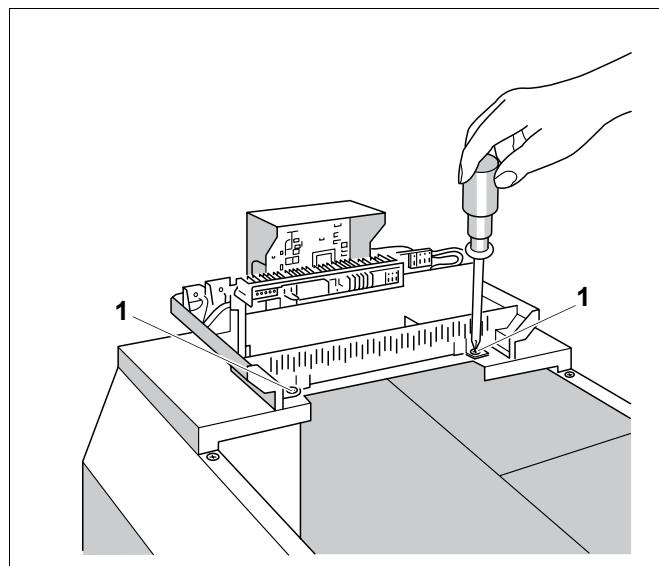

Рис. 15 Крепление системы управления Logamatic 2000
- Прикрутить двумя винтами систему управления сзади справа и слева в кабельном проходе (рис. 15, поз. 1) к передней крышке котла (рис. 15).